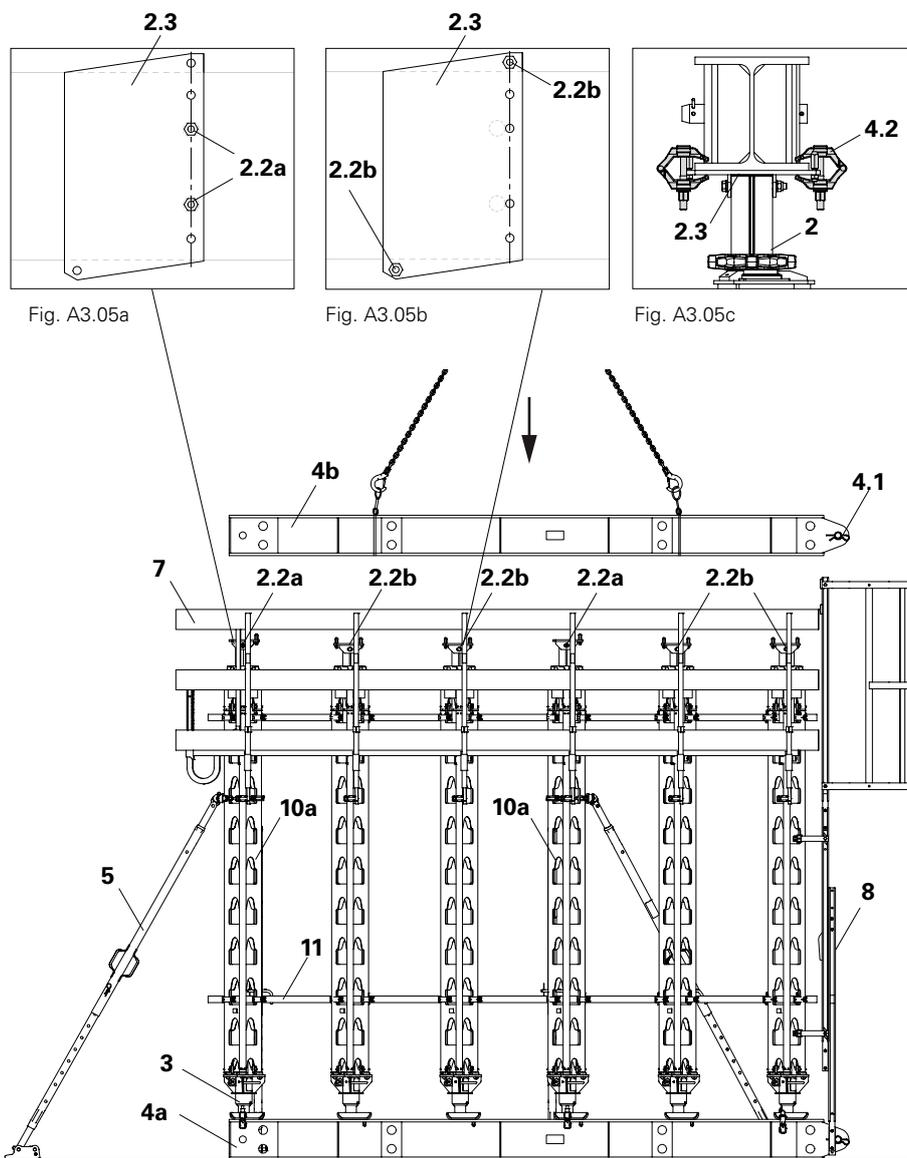

Fig. A3.05
- Tous les décintreurs HDA (3) doivent être dévissés avant la mise à niveau des sablières ! (Fig. A3.05)
2. Poser sur les étais de base (10a) et fixer à l'intérieur avec les vis de centrage (2.2a). (Fig. A3.05 + fig. A3.05a)
Si une deuxième palée est montée pour être reliée à la première, les sablières (4b) doivent être montées dans l'axe de sablière les unes par rapport aux autres avant de fixer les pinces et reliées entre elles à l'aide du boulon Ø 50 x 330 (4.1) puis mises à niveau. (Fig. A3.05)